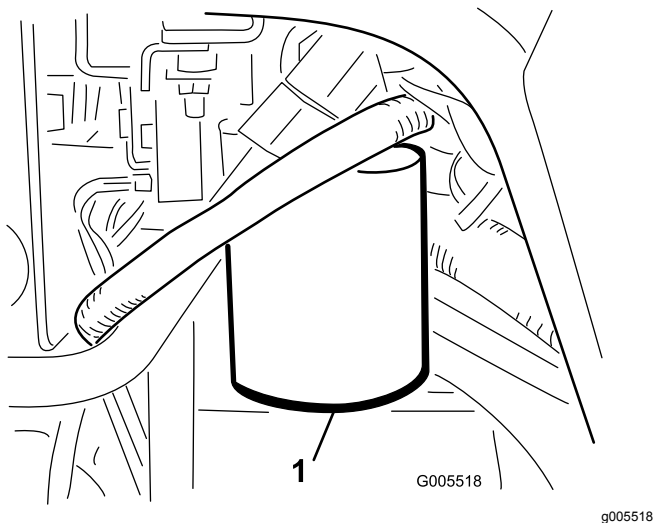

Figura 50
1. Pulite la superficie circostante il filtro (**Figura 50**). Collocate una bacinella di spurgo sotto il filtro e togliete il filtro.